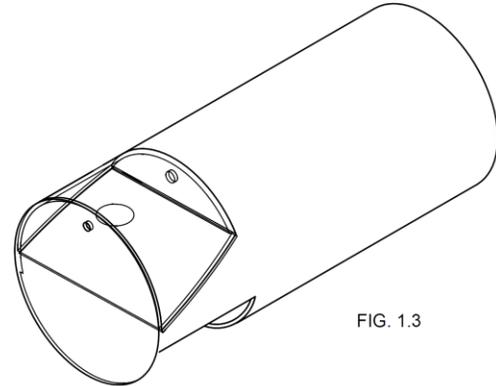

FIG. 1.3
3. VERIFICAR QUE EL INTERIOR CONTenga ESENCIA, CAPACIDAD MÁXIMA DE 10 ml. FIG. 1.3